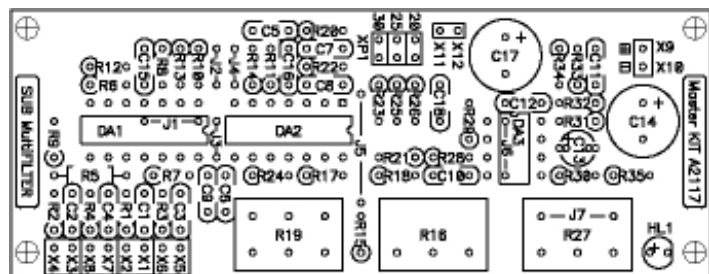

Рис.3 Монтажная схема
3. Установите все детали согласно рис.3 в следующей последовательности: сначала проволочные перемычки J1...J7, все малогабаритные, а затем остальные элементы.